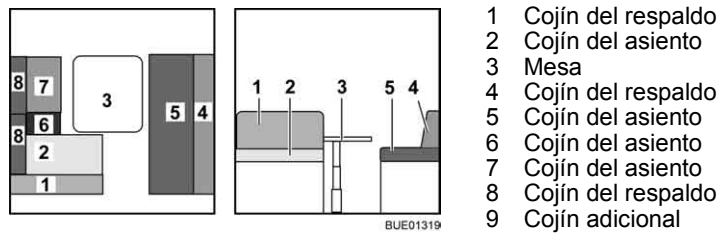

Fig. 145 Antes de la transformación
- Transformar la mesa (Fig. 145,3) en base de cama (véase apartado 6.10).
- Quitar los cojines del respaldo (Fig. 145,1 y 8) y ponerlos a un lado.